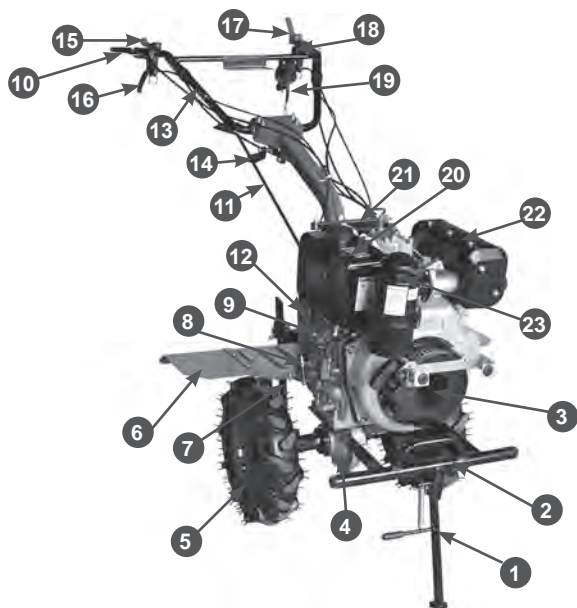

Рис.1 Расположение основных узлов и органов управления
Расположение основных узлов и органов управления мотоблока представлено на Рис.1.
7. Установите стояночную опору мотоблока (1) Рис.1.
1. Возьмитесь за рычаг сцепления 18 (Рис.1) нажмите и отпустите его 2-3 раза, чтобы включить сцепление. Если включить сцепление не получится, проверьте регулировку свободного хода рычага.